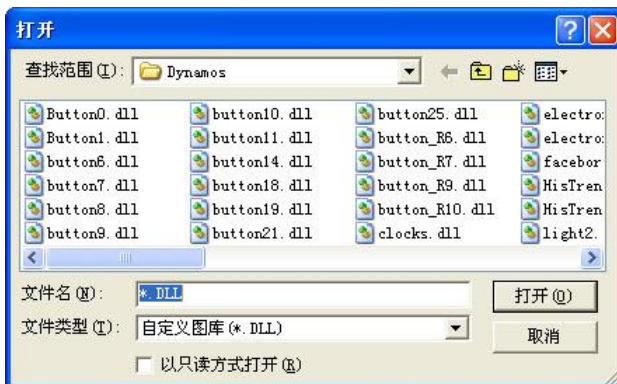

图 13.24 Dynamos 路径下存放的所有图库程序
- 1) 在对话框中单击  按钮，弹出对话框，如图 13.24 所示。